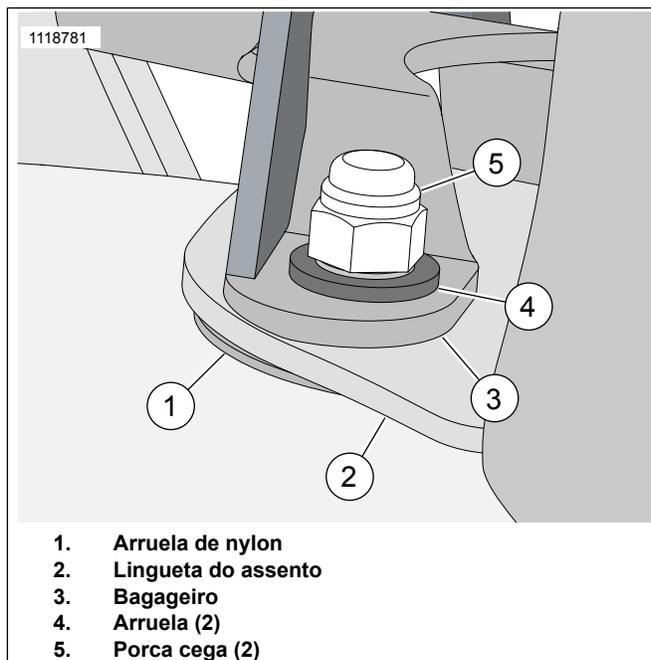
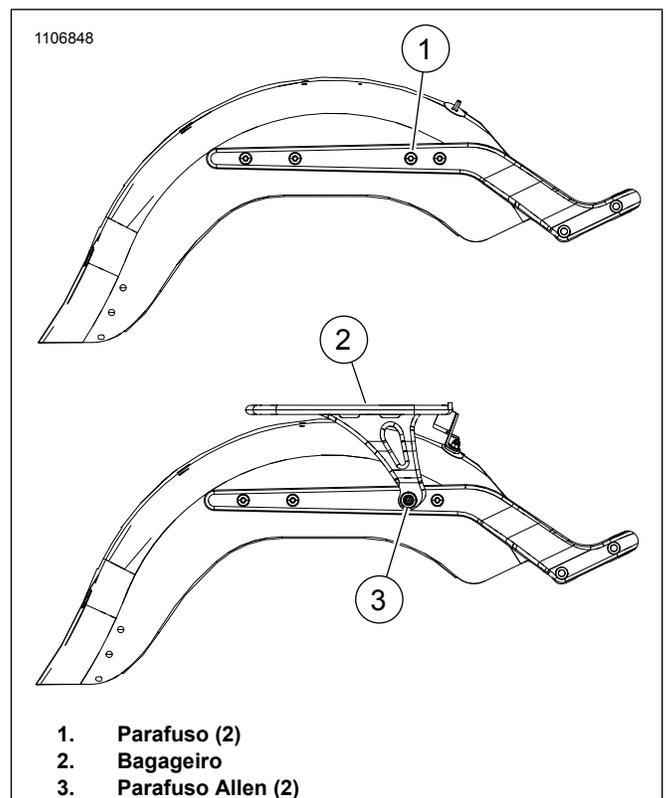

Figura 5. Instalação das ferragens
Figura 6. Kits 50300154 e 50300156
2. Veja Figura 6. Remova os parafusos (1) do para-lama.
- Veja Figura 5. Verifique se a arruela de nylon (1) e a lingueta do assento (2) estão posicionadas corretamente nos prisioneiros.
- b. Posicione o bagageiro (3) na lingueta do assento (2).
- c. Instale as arruelas (4) e as porcas (5) sem apertar.
- d. Veja Figura 6. Alinhe os furos na placa lateral do bagageiro com o para-lama.
- e. Instale ambos os parafusos Allen (3) sem apertar para manter o bagageiro na posição.
- f. Remova um parafuso Allen (3) e aplique trava-rosca.